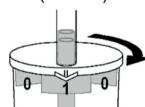

Abb. 3
- Für das Aufnehmen des ersten Polypen drehen Sie das Gefäß, bis der Pfeil auf die Nummer „1“ zeigt (**Abb. 3**).